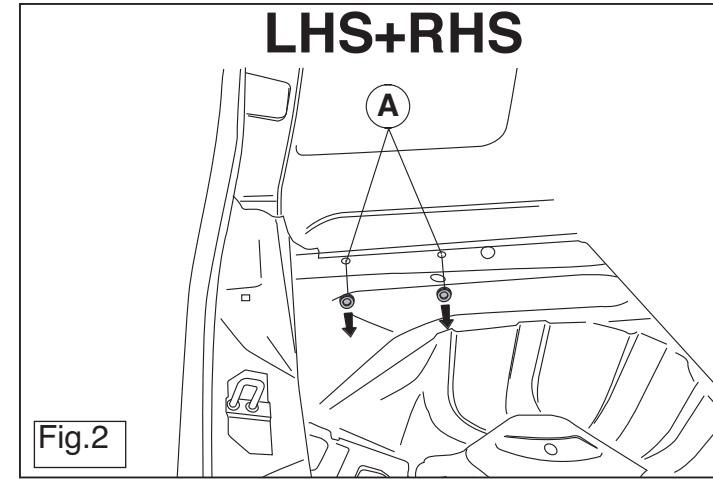

Fig.2
5. Fjern gummikapslerne ved de markerede punkter (A) (jævnfør fig. 2).
6. Monter sidepanelerne (B) i chassiset.
5. Retirar a la altura de los puntos (A) indicados los tapones de goma (véase la fig. 2).
6. Monte las placas laterales (B) en el chasis.
5. Rimuovere i tappi in gomma dai punti (A) indicati (vedi fig. 2).
6. Montare i pannelli laterali (B) sul telaio.
5. W oznaczonych miejscach usunąć gumowe nakładki (patrz rys. 2).
6. Zamontować płyty boczne (B) na podwoziu.